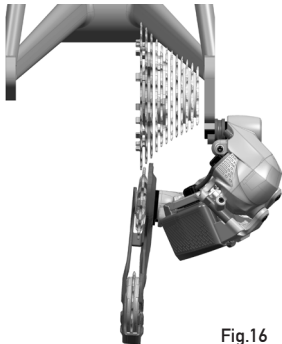

Fig.16
- ao colocar o desviador traseiro na roda dentada maior, olhando pela parte traseira, será possível observar que a parte inferior da gaiola do jóquei está muito próxima dos raios da roda, pois provavelmente o dropout do desviador traseiro está torto (Fig. 16).